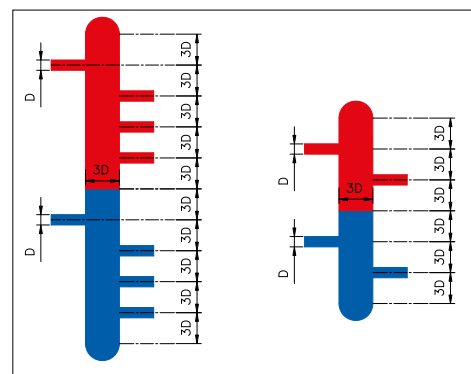

Рисунок 3
Термогидравлический распределитель и гидравлический разделитель конструктивно представляют собой вертикально установленную перемычку большого диаметра (рисунок 3). За счет большого диаметра (по отношению к диаметру трубопровода котлового контура) быстро гасится скорость теплоносителя в термогидравлическом распределителе (или гидравлическом разделителе). Гидравлическое сопротивление такого устройства пренебрежительно мало по отношению к сопротивлению контуров отопления и котла. Таким образом, между котлом и контурами отопления появляется буфер с практически нулевым сопротивлением, то есть контуры отопления никак не будут оказывать влияние на контур котла и расход теплоносителя через котел. Функцию гидравлического разделения котлового контура и контуров отопления выполняют оба этих устройства.
3. Для определения размеров термогидравлического распределителя и гидравлического разделителя необходимо использовать правило 3-х диаметров (3D) либо специальное программное обеспечение. Между осями любых двух подсоединений к термогидравлическому распределителю (гидравлическому разделителю) должно быть расстояние не меньше чем 3 диаметра (рисунок 3). Из рисунка 3 видно, что высота гидравлического разделителя гораздо меньше, чем высота термогидравлического распределителя.